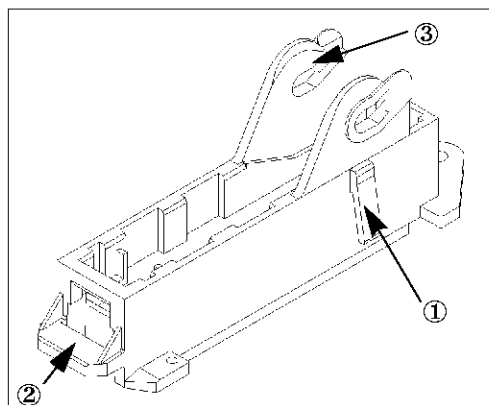

fig. 1
Le maintien sur la cloison est réalisé par 2 pattes de clipsage latérales (① sur fig. 1).
La fixation se fait par vissage (vis à tôle RLX). L'avant du boîtier dispose d'une languette qui lui permet l'accostage et le pivotement sur la tôle (② sur fig. 1).
Un système de démultiplication par came permet une insertion aisée de la contrepartie (③ sur fig. 1). Les languettes admises sont du type 2,8 x 0,8.